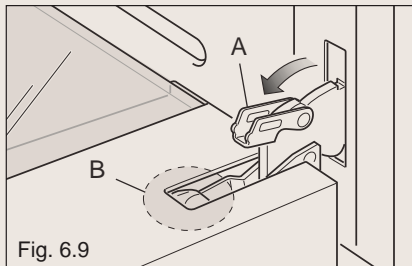

Fig. 6.9
- * Ouvrez complètement le levier "A" sur les charnières de gauche et de droite (fig. 6.9).